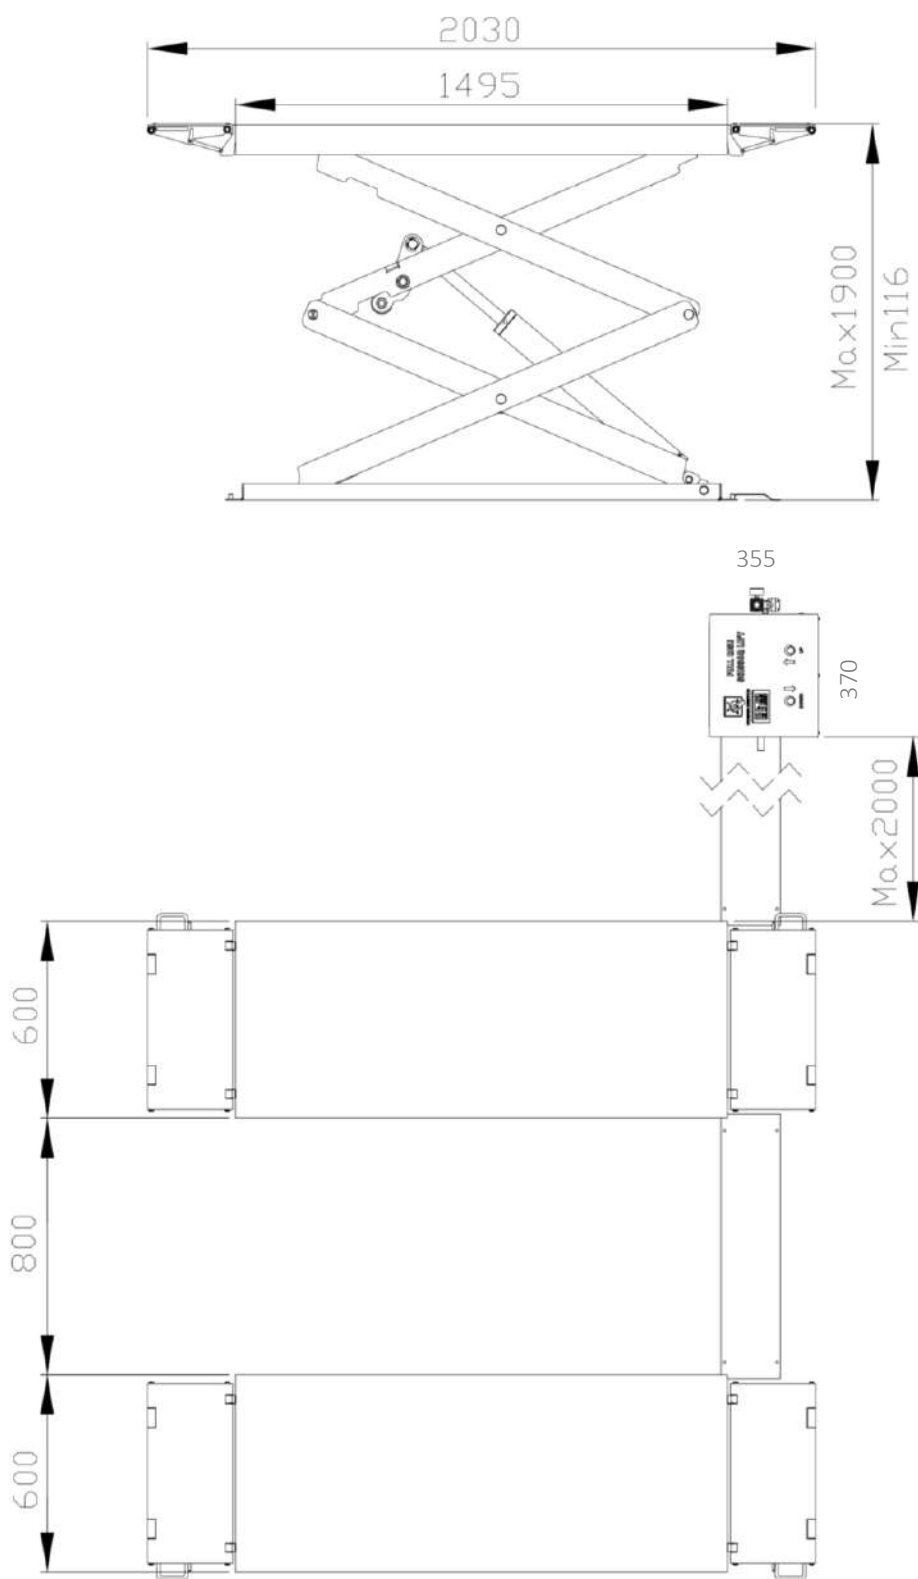
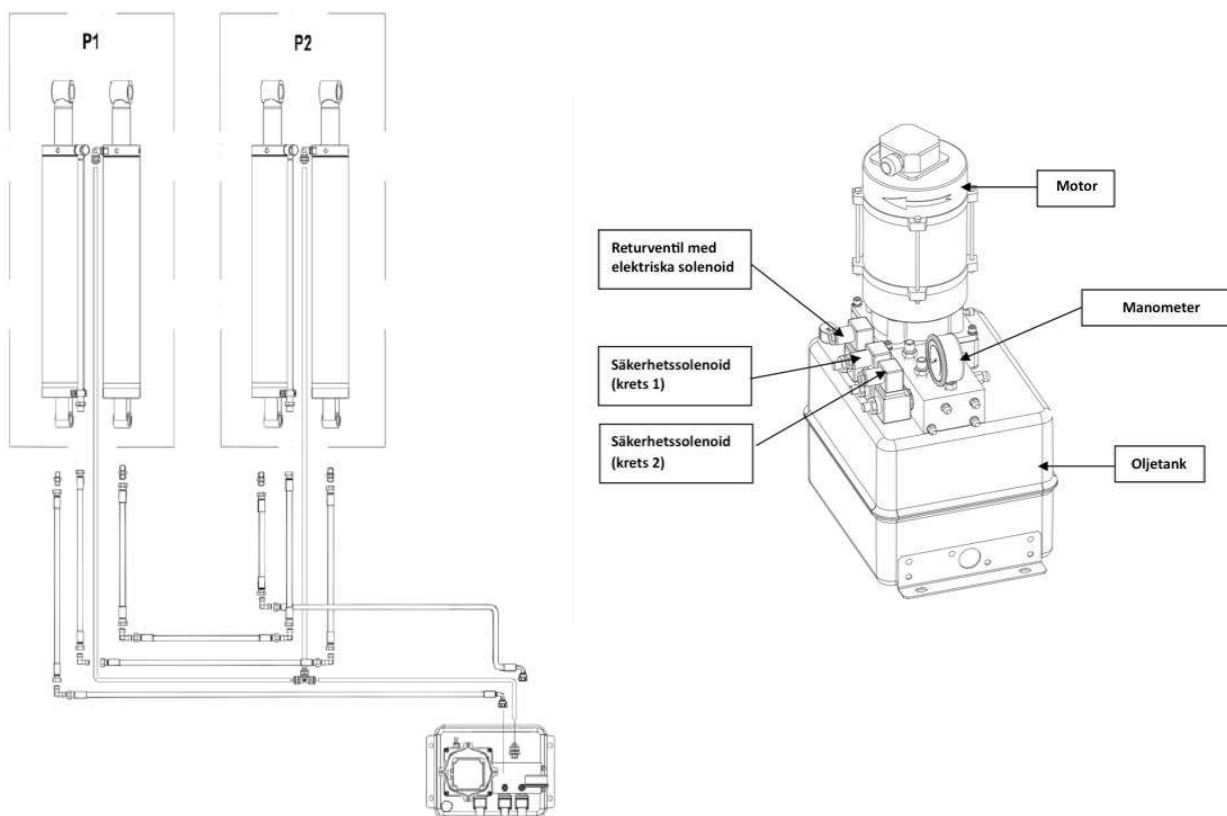

Fig. 3 - Maskinens vägledande mått
Fig. 4 - Översikt över motorenhet och anslutning av hydraulikslangar
1. Packa upp lyften och placera den till önskat läge på golvet. Notera att avståndet mellan saxarna ska vara som visat i fig. 3 på sida 7. Om du kikar på fig. 4 längre ned på sidan kan du se att "P1" ska vara den vänstra saxen. Det är också där anslutningsslangen "A" sitter.